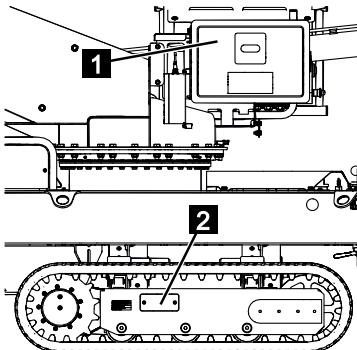

Abb. 235
10. Fettschiebekupplung säubern und wieder in die Staubox (Abb.235/1) legen.
11. Wartungsdeckel (Abb.235/2) festschrauben.